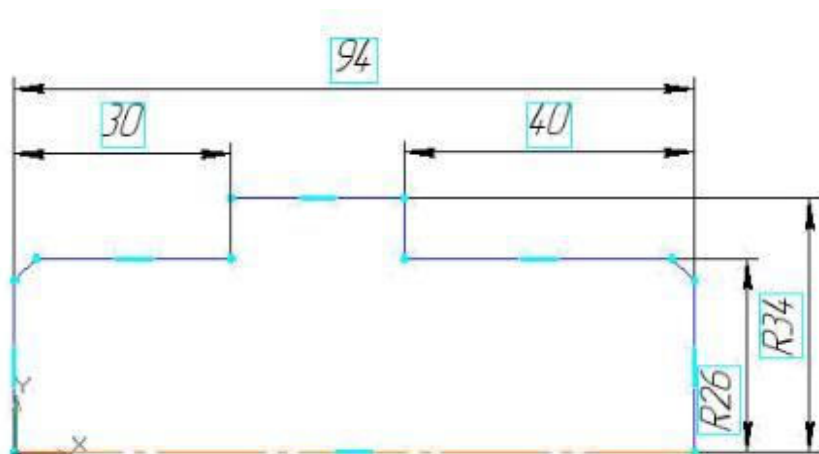

Рис. 1
5. Используя команды Инструментальной панели Геометрия , вычертите профиль контура. Нанесите размеры (рис. 1).